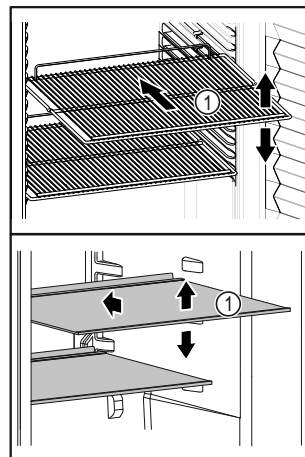

Fig. 59 Immagine a titolo di esempio
- ❑ Se i ripiani Fig. 59 (1) sono spostati, adattare i ripiani in base all'altezza.